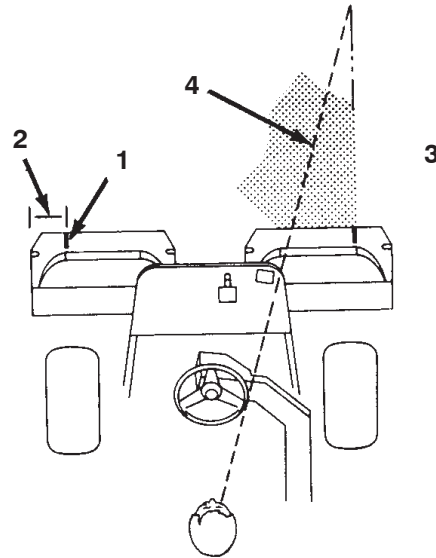

Figure 38
1. Mesurez environ 12,7 cm à partir du bord extérieur de chaque bac (Fig. 38).
2. Placez une bande de ruban adhésif blanc ou tracez un trait sur chaque bac parallèlement à son bord extérieur (Fig. 38).